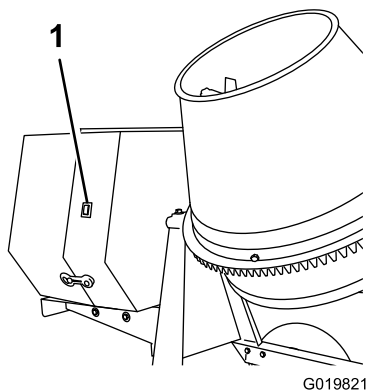

Figure 24
1. Sur le capot du moteur, placez la commande du moteur en position de MARCHE (Figure 24).
2. Sur le capot du moteur, placez la commande du moteur en position ARRÊT (Figure 24).
Important: S'il est nécessaire de couper le moteur immédiatement, utilisez la commande située sur l'extérieur du capot (Figure 24).